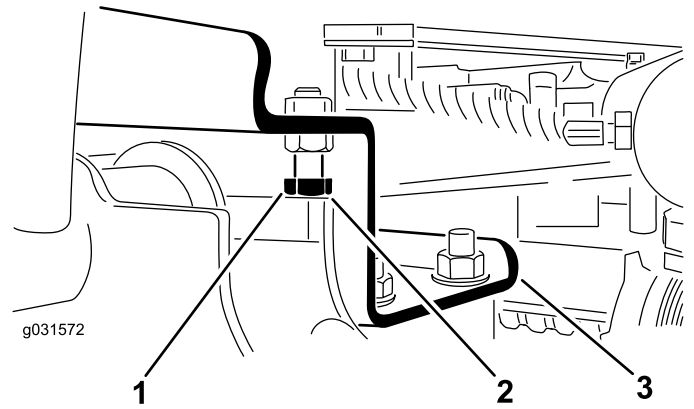

图 14
- A. 拧松止动螺栓图 14。
2. 确保各个提升臂与止动螺栓之间的间隙介于 0.131.02mm 之间如图 14 所示。